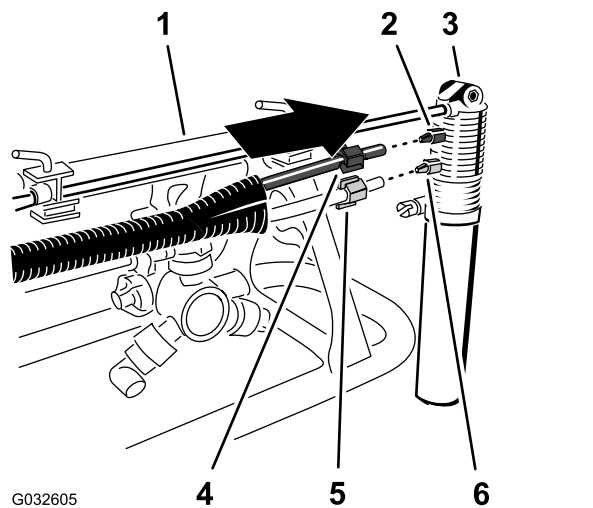

Figura 21
- Coloque la tuerca de compresión azul sobre los extremos del tubo azul, y coloque la tuerca de compresión blanca sobre el tubo transparente (Figura 21).
- Alinee el extremo del tubo transparente con tuerca de compresión blanca al acoplamiento blanco de la boquilla del marcador de espuma, y apriete la tuerca de compresión a mano (Figura 21).
- Alinee el extremo del tubo azul con tuerca de compresión azul con el acoplamiento azul de la boquilla del marcador de espuma, y apriete la tuerca de compresión a mano (Figura 21).